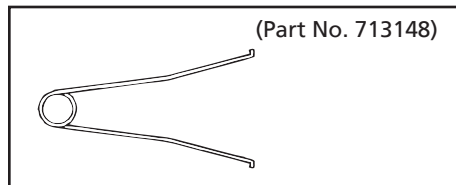

Figure 33
- Enlevez la chemise au moyen de l'extracteur de chemise (outil spécial : N° réf. 713148). (voir Figures 33 & 34).